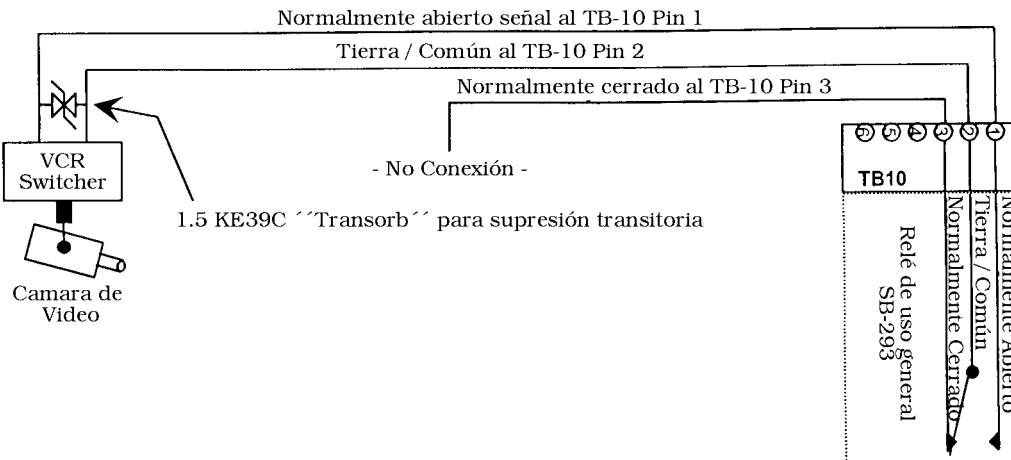

Figura 18: Salida de Uso General (GP) – Relé Normalmente Abierto
- Vea Figura 18 para un dibujo de ejemplo de Salida de Uso General (GP) Normalmente Abierto
7.2.1.1 Salidas de Uso General (GP) – Conexión de Relé Normalmente Cerrado